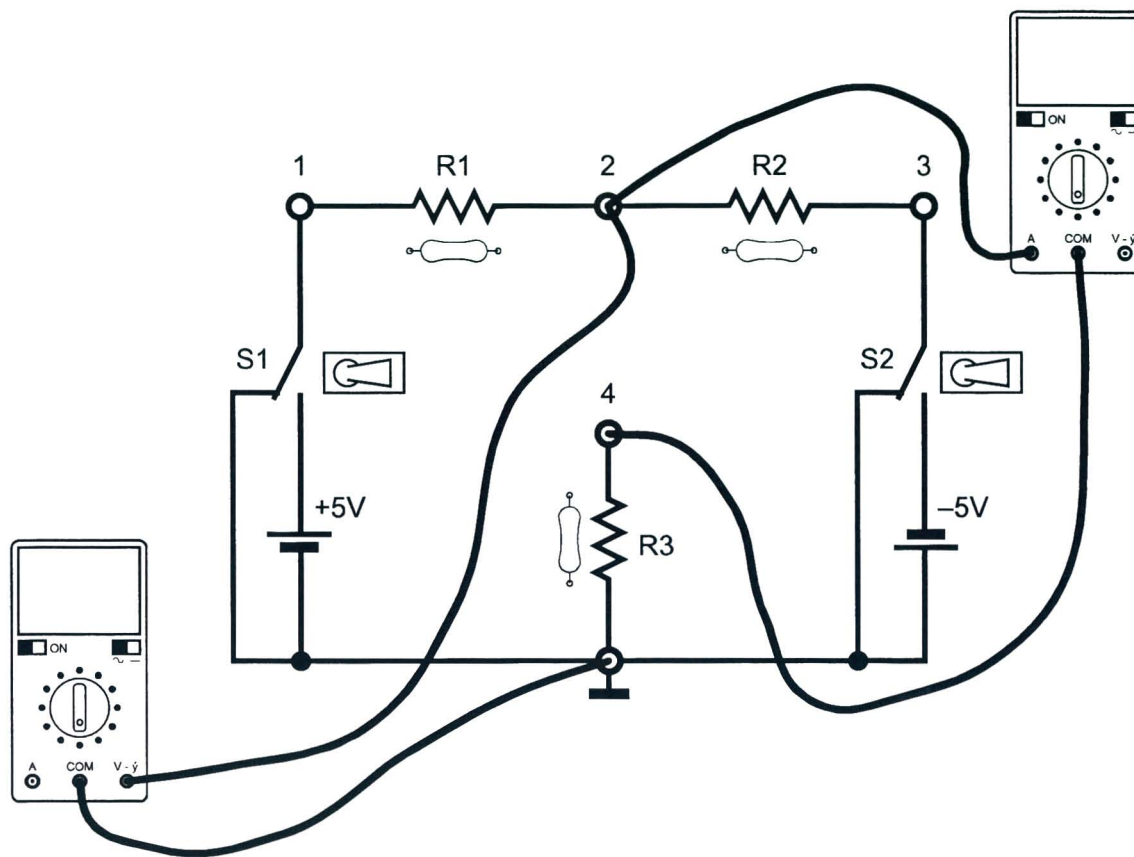

Fig. 4.2
7. conectar un multímetro, ajustado como un voltímetro de CC, y otro como un miliamperímetro, Fig. 4.2;